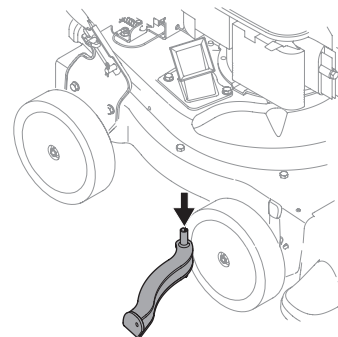

Figure 18
7. Retirez la grille du fléau et grattez les débris ou lavant-la avec de l'eau pour la nettoyer. Voir Figure 18.